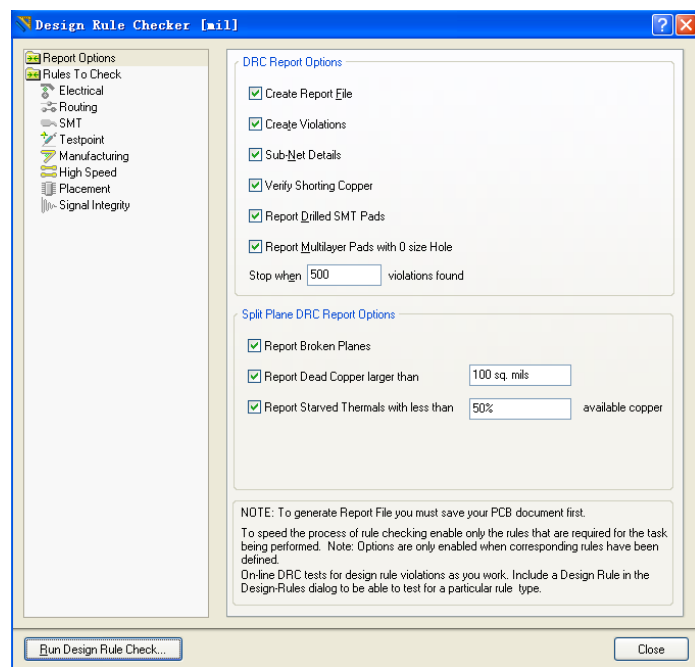

图9-45 “Design Rule Checker”对话框
- (1) 在主菜单中选择Tools → Design Rule Check...命令，打开如图9-45所示的“Design Rule Checker”对话框。